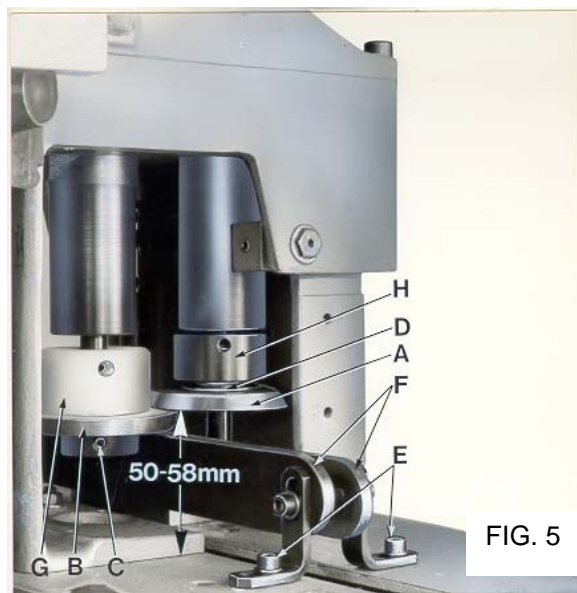

FIG. 5
The cutting height of the knives is adjustable from 50 to 58 mm (1 31/32 to 2 9/32 in.), measured from the upper surface of chain case (see Fig. 5). The standard setting is 54 mm (2 1/8 in.).
To replace the knives (A, B, Fig. 5), remove the chip chute, the left hand guard and the two guide rails (F, Fig. 5) which are fastened with four screws (E, Fig. 5). Turn the knives in a position where the screw (C, Fig. 5) located in the hub of the lower knife (B, Fig. 5) is accessible from the left. Loosen screw (C, Fig. 5) with the special screw driver No. 95620 and remove lower knife (B, Fig. 5), upper knife (A, Fig. 5) and spring (D, Fig. 5).
**NOTE:** There is no screw in the hub of the upper knife (A, Fig. 5).
When assembling, slip spring (D, Fig. 5) and upper knife (A, Fig. 5) on the front knife shaft. Turn the knife to and fro, until the Woodruff key, cemented in the knife shaft, engages with the key groove in the knife hub. Hold upper knife in position. Slip the lower knife (B, Fig. 5) on the rear
Die Schneidhöhe der Messer ist im Bereich von ca. 50 bis 58 mm einstellbar, von der Oberkante des Kettenkastens aus gemessen (siehe Fig. 5). Die Grundeinstellung beträgt 54 mm.
Zum Auswechseln der Messer (A, B, Fig. 5) entfernen Sie die Abfallrinne, den linken Handschutz, sowie die beiden Führungsschienen (F, Fig. 5), die mit vier Schrauben (E, Fig. 5) befestigt sind. Drehen Sie die Messer soweit, daß die Schraube (C, Fig. 5) in der Nabe des Untermessers (B, Fig. 5) von links zugänglich ist. Lösen Sie mit dem Spezial-Schraubendreher Nr. 95620 die Schraube (C, Fig. 5) und nehmen Sie das Untermesser (B, Fig. 5) und Obermesser (A, Fig. 5) sowie die Feder (D, Fig. 5) heraus.
**BEACHTEN SIE:** Die Nabe für das Obermesser (A, Fig. 5) enthält keine Befestigungsschraube.
Beim Einbau schieben Sie die Feder (D, Fig. 5) und das Obermesser (A, Fig. 5) auf die vordere Messerwelle. Drehen Sie das Messer hin und her, damit die in die Welle eingeklebte Scheibenfeder in die Keilnut der Messernabe eingreift. Halten Sie das Obermesser fest. Schieben Sie das Untermesser
knife shaft, so that the Woodruff key engages with key slot, and push the lower knife with the upper knife up to the stop on plastic collar (G, Fig. 5). Tighten screw (C, Fig. 5) in the hub of the lower knife securely. The collar (G, Fig. 5) serves as a stop for the set cutting height of the knives. Therefore, it is not necessary to readjust the height when replacing the knives. It also prevents the cut-off bag strips from being wound-up on the knife shaft. The pressure exerted by the upper knife on the lower knife can be reduced or increased by raising or lowering collar (H, Fig. 5).
Reassemble the two guide rails (F, Fig. 5), the left hand guard and the chip chute. The chip chute should be set as close as possible to the lower knife without contacting the knives, the knife shafts or the collars.
(B, Fig. 5) auf die hintere Messerwelle, so daß die Scheibefeder in die Keilnut eingreift und drücken Sie das Untermesser mit dem Obermesser nach oben bis das Untermesser am Stellring aus Kunststoff (G, Fig. 5) anschlägt. Ziehen Sie die Schraube (C, Fig. 5) in der Nabe des Untermessers gut an. Der Stellring (G, Fig. 5) dient als Anschlag für die eingestellte Schneidhöhe der Messer, so daß nach einem Messerwechsel die Höhe nicht neu eingestellt werden muß und verhindert, daß sich die abgeschnittenen Sackstreifen um die Messerwelle wickeln. Durch Höher- oder Tieferstellen des Stellrings (H, Fig. 5) kann der Druck den das Obermesser auf das Untermesser ausübt, verringert oder erhöht werden.
Montieren Sie die beiden Führungsschienen (F, Fig. 5), den linken Handschutz und die Abfallrinne wieder. Die Abfallrinne muß so dicht wie möglich ans Untermesser gesetzt werden ohne die Messer, die Messerwellen oder Stellringe zu berühren.